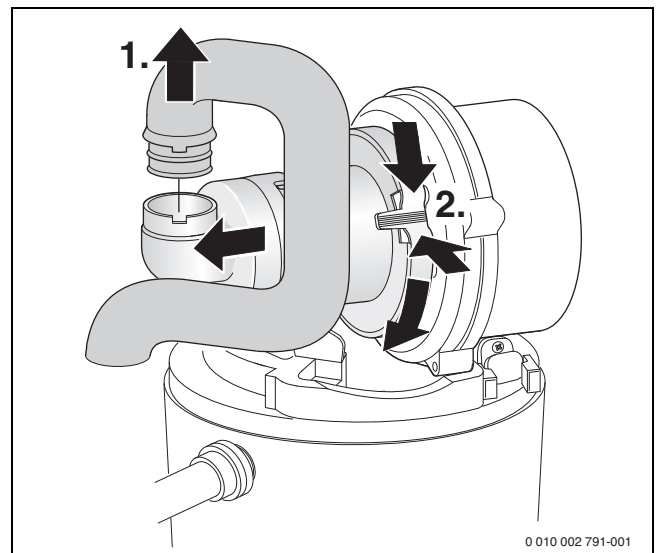

Bild 78 Saugrohr und Mischeinrichtung ausbauen
- Mischeinrichtung ausbauen (→ Bild 78, Seite 63).